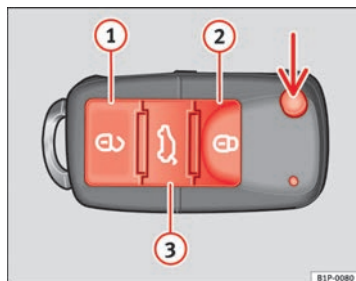

Fig. 62 Teclas de la llave con mando a distancia
Con la tecla ⇒ fig. 62 (flecha) del mando, se desbloquea el paletón de la llave.
Desbloqueo del vehículo [6] ⇒ fig. 62 ①. Las puertas y el portón trasero se desbloquean.
Bloqueo del vehículo [6] ⇒ fig. 62 ②
Desbloqueo del portón trasero. Pulse la tecla [6] ⇒ fig. 62 ③ hasta que todos los intermitentes del vehículo parpadeen brevemente. Al pulsar la tecla de desbloqueo [6] ③, dispone de 2 minutos para abrir el portón. Una vez transcurrido este tiempo se bloqueará de nuevo.
Además, el testigo de la pila de la llave ⇒ fig. 62, parpadea.
- Pulse la tecla  ⇒ fig. 62 del mando a distancia.